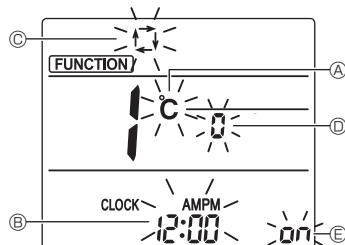

Fig. 7-10
- Vérifiez que la fonction n° "1" est affichée puis appuyez sur la touche SET Ⓛ Ⓛ Ⓛ. L'écran de réglage de l'affichage s'affiche. (Fig. 7-10)